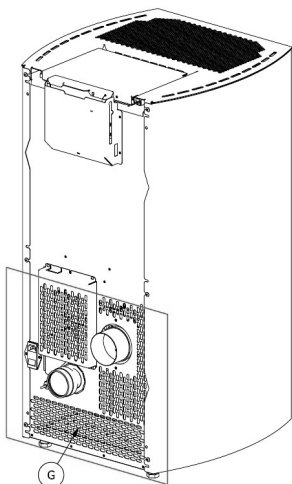
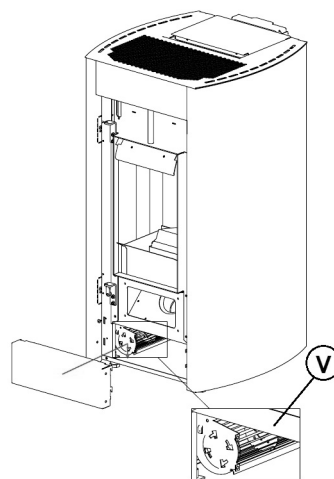

Fig. 87 - Zadnja rešetka
Fig. 88 - Ventilatorji
- Ko ste zaključili s čiščenjem zgorevalne komore, svetujemo čiščenje rešetke „G“ na zadnji steni peči (glejte **Fig. 87**) in ventilatorjev „V“, odstranite morebitni nabrani prah ali umazanijo, s čimer ohranite visoko zmogljivost (glejte **Fig. 88**). Letno čistite pepel in prah z ventilatorja za prostor, saj sicer lahko povzroči premik lamel in večji hrup.
LEGENDA Fig. 87 - Fig. 88